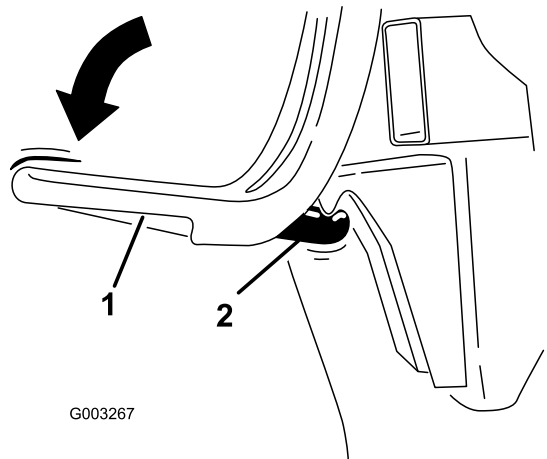

Figura 12
8. Posicione o trinco do saco debaixo do gancho do trinco (Figura 12).
9. Empurre para baixo o trinco do saco até ficar trancado no lugar (Figura 12).